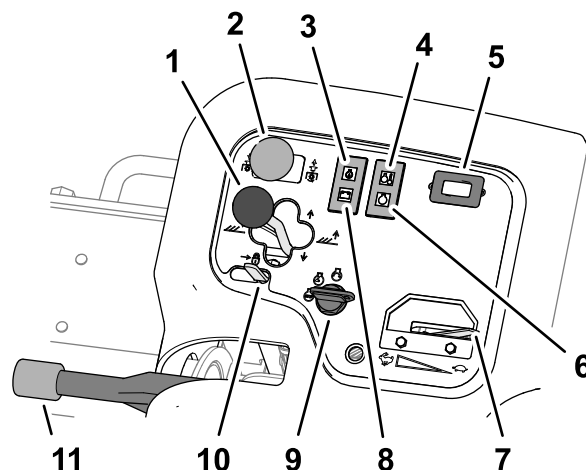

Figura 43
- Per abbassare a terra gli apparati di taglio, spingete la leva di spostamento dell'apparato di taglio in avanti portandola in posizione di ABBASSAMENTO (Figura 43).
L'interruttore di azionamento dell'apparato di taglio (Figura 43) ha 2 posizioni: INNESTO e DISINNESTO. L'interruttore a ginocchiera aziona una elettrovalvola sul banco di valvole, che attiva gli apparati di taglio.
La spia della pressione dell'olio (Figura 43) si accende se la pressione dell'olio del motore scende sotto un livello di sicurezza.
La spia della temperatura (Figura 43) si illumina se la temperatura del refrigerante del motore è alta. A questa temperatura, gli apparati di taglio verranno spenti. Se la temperatura del refrigerante aumenta di altri 5,5 °C, il motore verrà spento per evitare ulteriori danni.
Il contaore (Figura 43) indica le ore totali di lavoro della macchina. Il contaore si avvia all'accensione dell'interruttore a chiave.
La spia della candela a incandescenza (Figura 43) si illumina quando le candele a incandescenza sono sotto tensione.
Portate l'acceleratore (Figura 43) in avanti per aumentare il regime del motore, indietro per ridurlo.
La spia dell'alternatore (Figura 43) verrà spenta quando il motore è in funzione. Se la spia dell'alternatore si illumina mentre il motore è in funzione, controllate il sistema di carica e riparatelo, se necessario.
Utilizzate l'interruttore di accensione (Figura 43) per azionare il motore e le luci. L'interruttore di accensione ha 3 posizioni:
Spostate indietro il fermo della leva di sollevamento (Figura 43) per impedire che gli apparati di taglio si abbassino.
Ogni volta che spegnete il motore, inserite il freno di stazionamento (Figura 43) per evitare lo spostamento involontario della macchina. Per inserire il freno di stazionamento, sollevate la leva; per disinserire il freno, abbassate la leva.